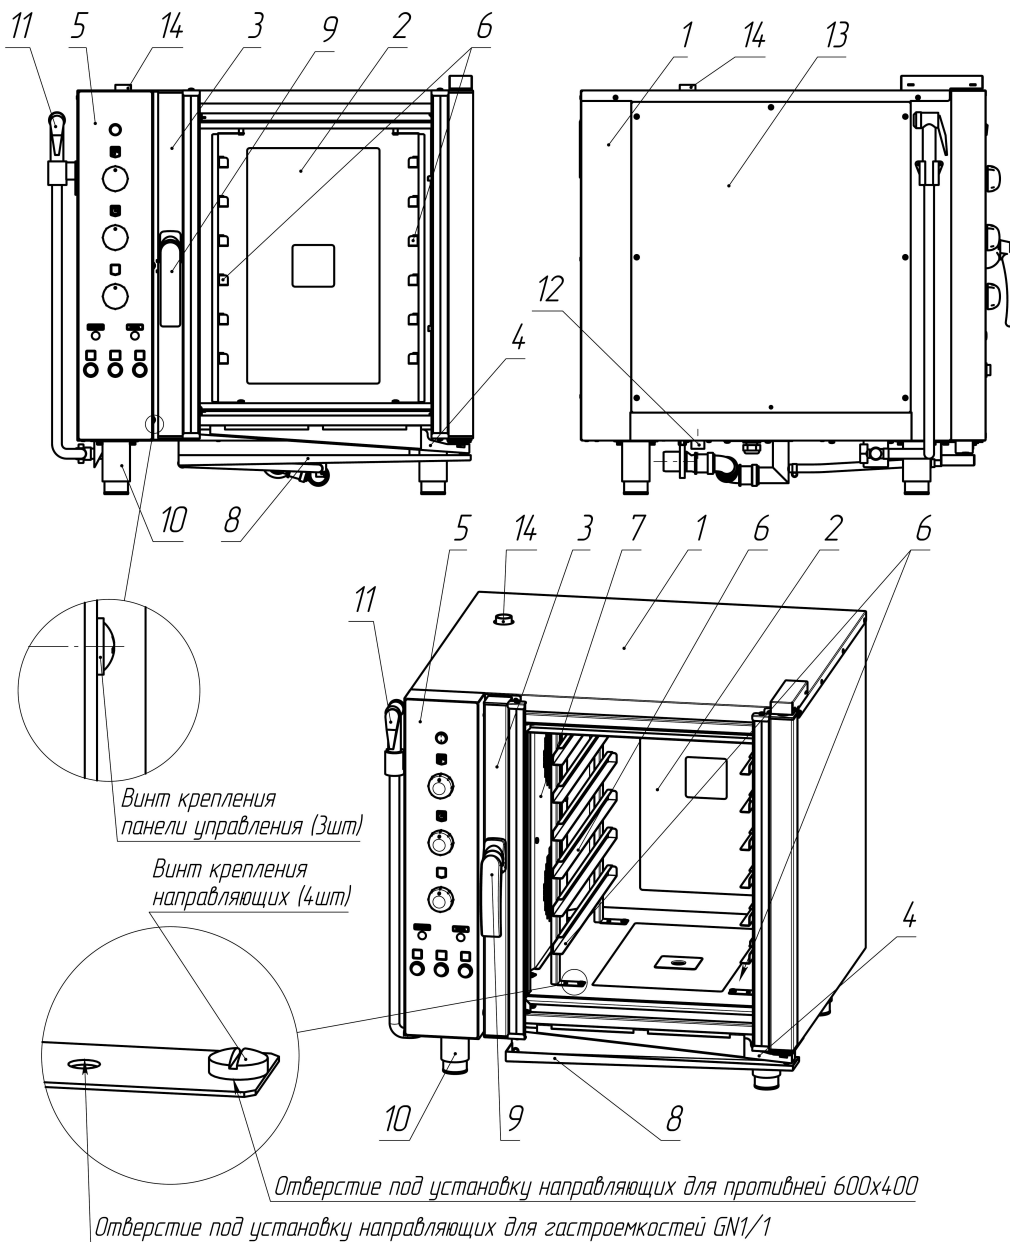

Рис. 1 Общий вид.
- Изделие состоит из корпуса (1) (Рис.1), рабочей камеры (2), закрываемой дверью (3). Под дверью расположен лоток (8) для сбора конденсата. На передней части корпуса расположена панель управления (5). В рабочей камере расположены направляющие (6).
- В целях безопасности ТЭНы и вентилятор отделены от рабочей камеры защитной решеткой (7). На решетке также расположен лоток для подачи воды на лопасти вентиляторов и ТЭНы.
- Дверь (3) имеет двойное остекление, внутреннее стекло установлено на шарнирах и может открываться для очистки. Между стеклами двери находится светильник для освещения камеры. Внизу двери установлен лоток (4) для сбора конденсатора с двери.
- Замок двери (9) выполнен с одноходовым механизмом
- эксплуатировать без защитной решетки в камере (7)(Рис. 1);
- использовать душирующее устройство (11)(Рис. 1) в целях охлаждения камеры. **При высоких температурах возможна деформация камеры!**
2.11. Вода, которая используется для парообразования, должна быть очищена. Вода подводится к изделию через клапан (12) (Рис.1) с резьбой G3/4. В ней должны отсутствовать механические примеси размером более 0,05 мм. Жесткость воды должна быть не более 5 °dH (199 ppm (мг/л)). Рекомендуется использовать фильтр-систему PURITY C 500 Quell ST производства компании «BRITA». Для определения качества воды рекомендуется использовать кондуктометр HM Digital COM-100.
- дверь (3)(Рис. 1) пароконвектомата должна полностью и свободно открываться;
- съемная панель (13)(Рис. 1) должна быть легкодоступна для технического обслуживания, подключения к электросети;
3.11. Для подключения душирующего устройства (11)(Рис.1) необходимо установить кран и кронштейн, входящие в комплект поставки, в отверстия, расположенные с левой стороны изделия. Подключение душирующего устройства к водопроводной сети осуществляется с помощью гибкой подводки (Рис.6).